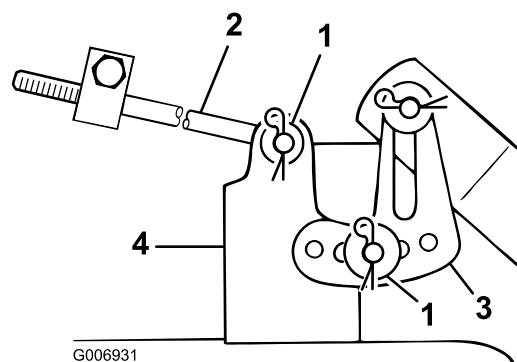

Figure 47
- Enlevez la goupille fendue et la rondelle de l'une des pattes de mise à niveau (Figure 47).
- Fixez la patte de mise à niveau dans un autre trou à l'aide de la rondelle et de la goupille fendue (Figure 47).